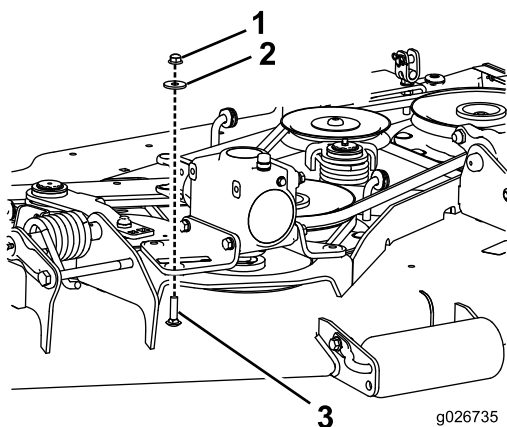

Bild 4
1. Nehmen Sie die Muttern und Scheiben von den Schlossschrauben ab, mit denen die Vorderseite der Getriebebefestigungshalterungen am Mähwerk befestigt ist (Bild 4).